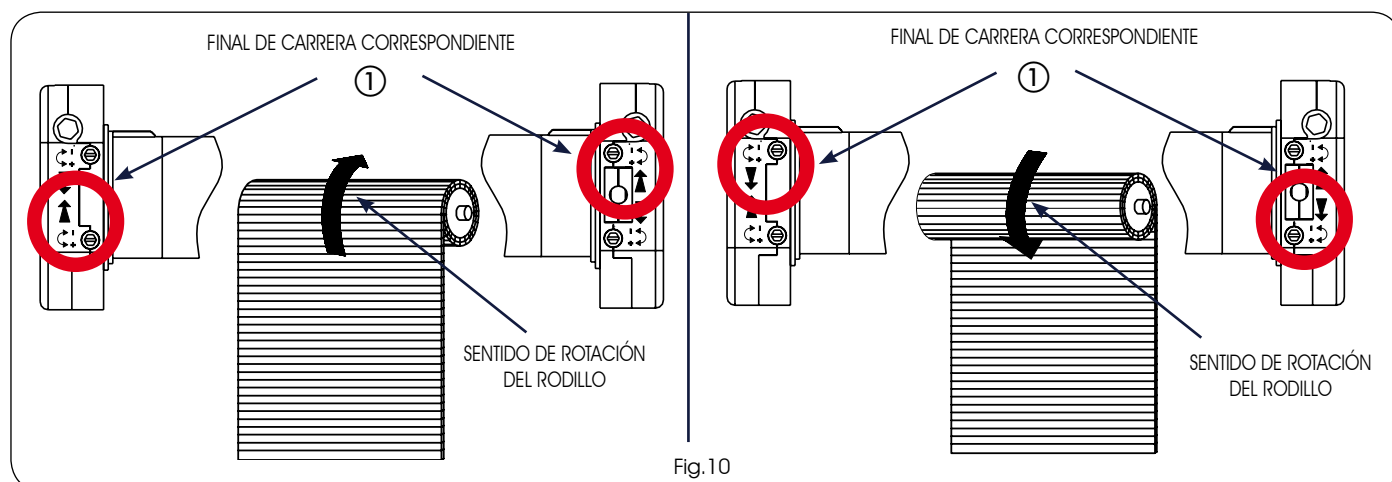

Fig.10
- 2) Con el útil de regulación (Fig.1 ref.⑤), gire el tornillo del final de carrera correspondiente al sentido de rotación de subida del rodillo (Fig.10 ref.①), hacia el signo "más" (+) para aumentar la carrera de la persiana, y hacia el signo "menos" (-) para disminuirla.